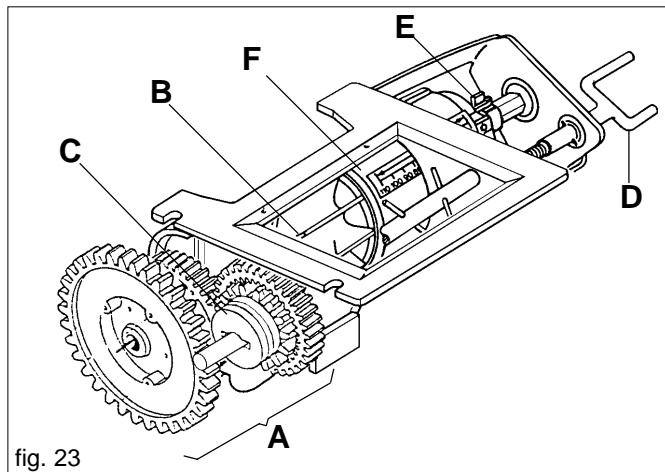
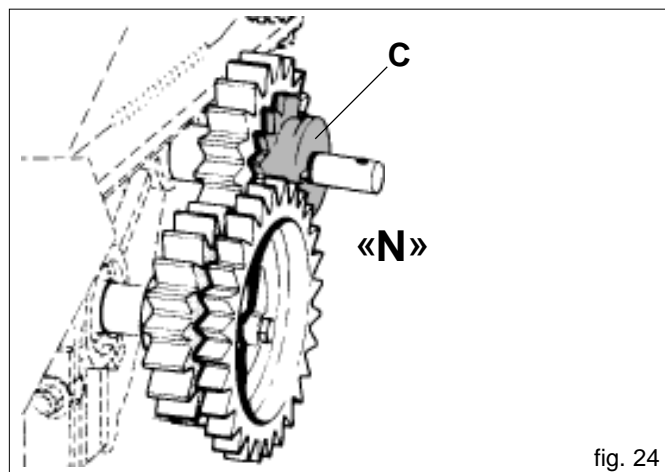
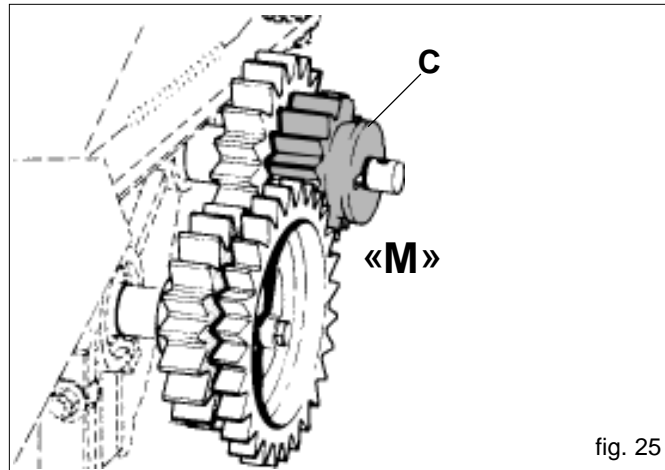
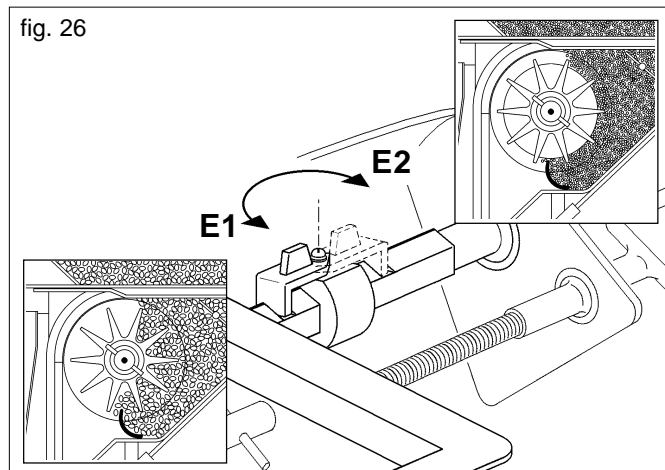

fig. 23
fig. 24
fig. 25
fig. 26
Le doseur (cf. Fig. 23), l'organe principal pour le fonctionnement de l'élément semeur, est placé sous le réservoir des semences. Il reçoit le mouvement de la roue de transmission par le biais d'engrenages (avec rapport proportionnel à la largeur du travail) et par des chaînes. Le doseur est composé d'une boîte à vitesses (cf. A Fig. 23) qui permet deux rapports de transmission au rouleau de distribution (B) en variant la position de la roue dentée rouge (C Fig. 24, 25). En position «N» (Fig. 24), le rapport est de 1:1 donné par le couple de roues dentées Z19; si l'on déplace la roue (C) en «M» (Fig. 25), le rouleau distributeur réduira de la moitié le nombre de ses tours puisque la transmission est composée par la roue motrice rouge Z14 et par la roue conduite Z28. Au cours d'un essai de dosage, ainsi que cela a été décrit au chapitre 3.4.2, on remarquera que la quantité de produit distribuée sera réduite de la moitié vis à vis d'un essai ayant un rapport 1:1 (cf. Tableau 5). La position «M» de la roue dentée (C) est nécessaire pour la distribution de petites semences en petites quantités. La tige à vis (D) permet de régler l'ouverture de la vanne selon la valeur de l'échelle graduée obtenue à partir du tableau et de l'essai de distribution (cf. chapitre 3.4.2). L'élément de référence pour définir l'ouverture de la vanne est le point A (Fig. 28).
Le ressort de blocage (cf. E Fig. 23) permet de modifier l'ouverture de la vanne et, en même temps, le débit du rouleau doseur. La position «E1» (Fig. 26) permet l'ouverture de la vanne sur l'échelle graduée de 0 à 110 avec le maximum de la capacité de distribution du rouleau doseur; tandis que la position «E2» permet une ouverture de la vanne de 0 à 25 et une réduction du débit du rouleau. Il est important de fermer complètement la vanne (au 0 de l'échelle graduée) pour inverser la position du ressort de blocage (E).
La quantité de semences devant être distribuée par hectare est réglée par l'appareil de dosage (Fig. 23) en déplaçant la vanne (F) moyennant la tige à vis (D). Les positions de l'échelle de dosage (par rapport à la référence A Fig. 28) correspondent aux valeurs du tableau de réglage de la colonne de gauche (Tableau 5).